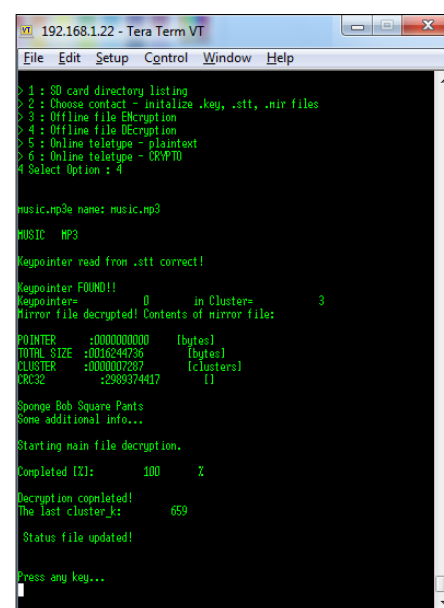

Figure 11. Déchiffrement du fichier terminé. Le fichier doit être lu pour être certain que tout s'est bien déroulé.
3. Après sélection de l'option 2 (choix des fichiers avec le nom du contact) et une étape d'initialisation, le système est prêt pour le déchiffrement (option 4, **fig. 11**). Le *shield* tente de déchiffrer ALICE.MIR avec la valeur du pointeur de clé lue dans ALICE.STT de Bob. Le fichier de clé est parcouru jusqu'à ce que la valeur initiale correcte du pointeur de clé soit trouvée. Là encore le déchiffrement est considéré comme réussi si les huit premiers caractères du fichier MIR sont POINTER (avec l'espace de fin). Le fichier MIR est alors affiché, et Bob peut vérifier plusieurs points :